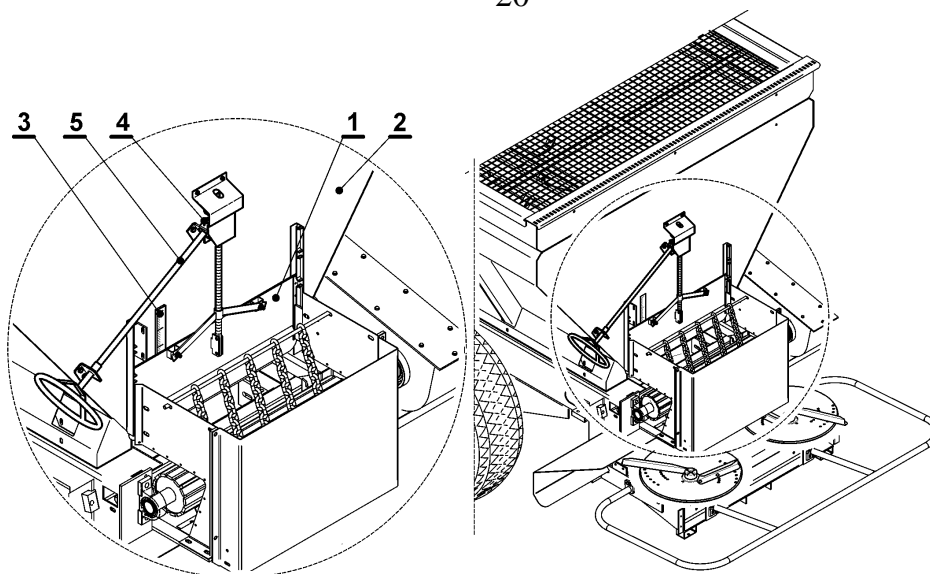

Рис. 9 Регулировка количества высева
Установка требуемого отверстия вылета осуществляется с помощью ручки 5 (Рис.9). Покручивая ручку, поднимаем заслонку (1) так, чтобы получить соответствующее показание по шкале высева (3).